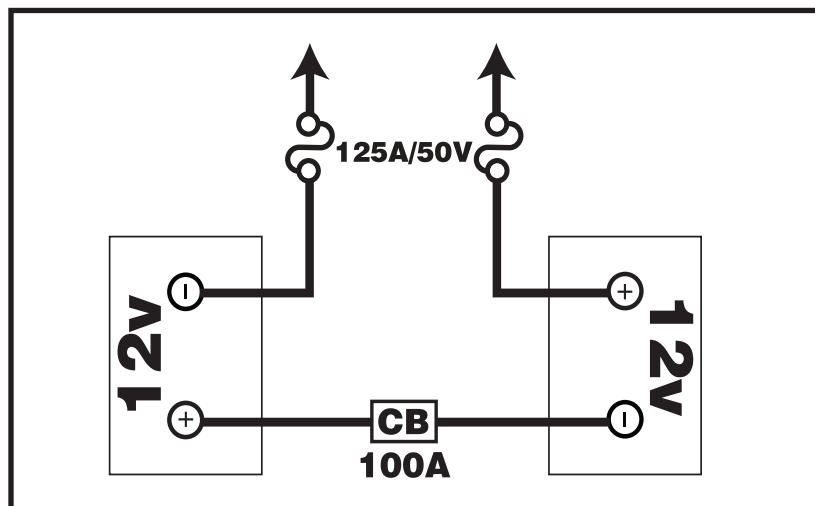

Abb. 15. Batterieanschlussplan
7. Setzen Sie in jedes der Batteriefächer gemäß dem Batterieanschlussplan eine neue Batterie ein. **Siehe Abb. 15.**